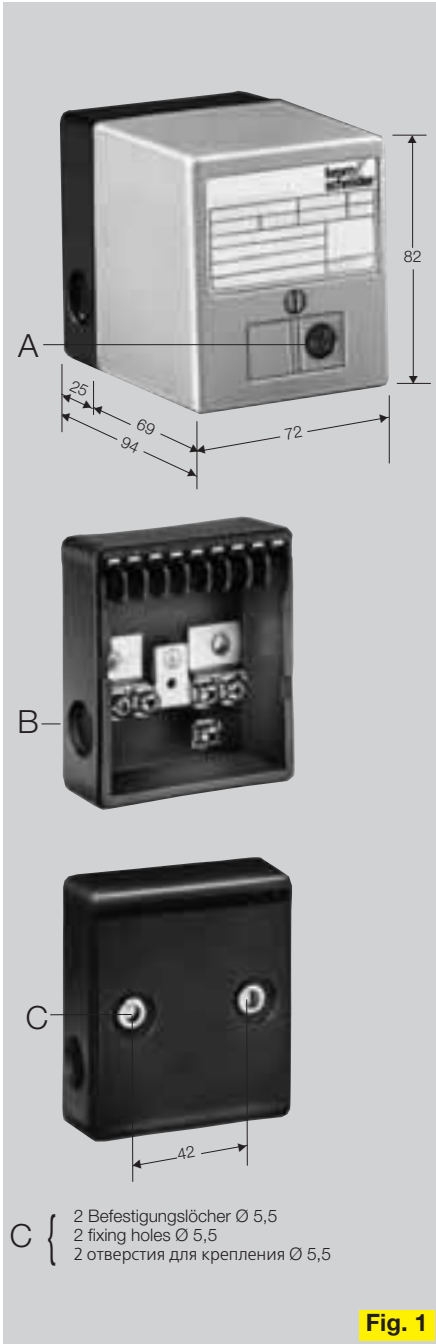

Fig. 1
Ausführung: (Fig. 1) Gehäuse aus schlagfestem Kunststoff. Oberteil steckbar mit Flammenverstärker und grüner Lampe (A) für Flammenmeldung. Stecksockel mit Anschlußklemmen, Erd- und N-Schiene
Construction: (Fig. 1) Housing made of impact-resistant plastic. Plug-in upper housing with amplifying stage and green lamp (A) for flame detection. Plug socket with terminals, earthing strip and neutral bar